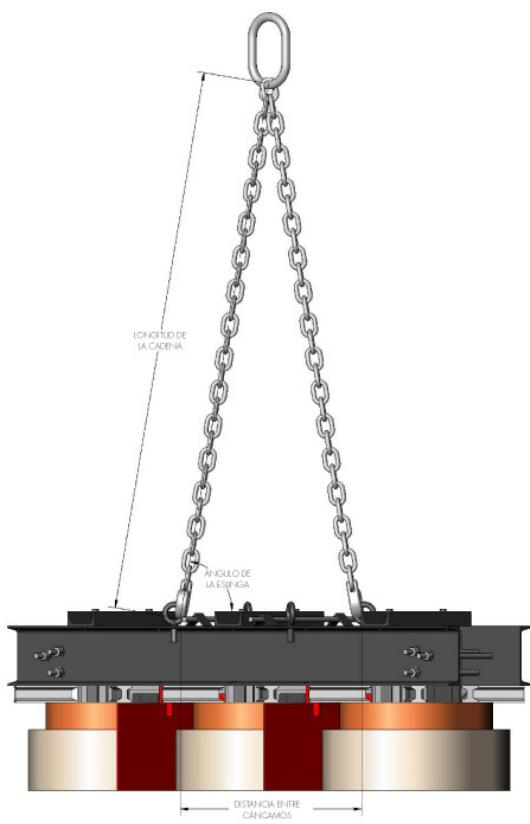

FIGURA 6
5. Asegúrese de que el ángulo de la eslinga sea mayor que 80 grados (ver figura 6 y tabla 1).